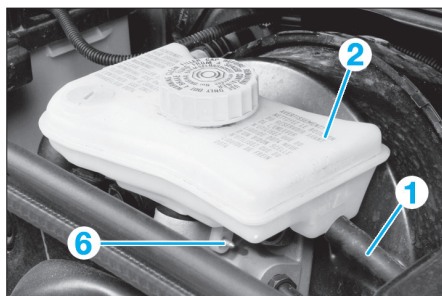
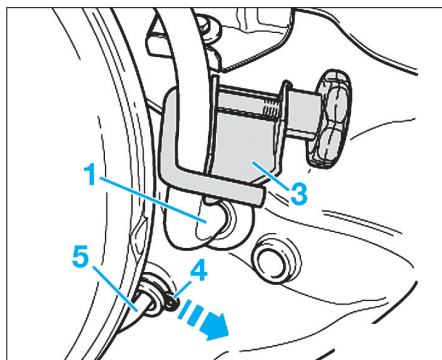

Fig. 5
Fig. 6
- Pincer le flexible d'écoulement (1) allant au réservoir (2) (Fig.5) de liquide de frein à l'aide d'une pince-durite (3) puis le débrancher du cylindre émetteur d'embrayage et l'obturer (Fig.6).
- Déposer l'agrafe de retenue (4) en faisant levier avec un tournevis et retirer légèrement la conduite (5) (Fig.6).
- Dévisser la vis du réservoir de liquide de frein (6) et débrancher le connecteur du contacteur de niveau de liquide de frein par le bas (Fig.5).